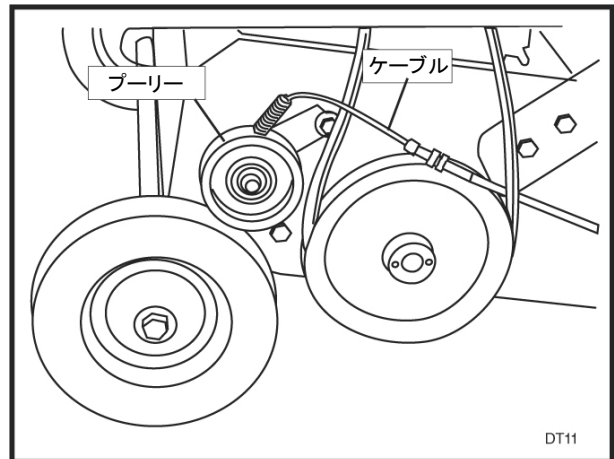

図 4
15. ベルトガードを取り外します。プーリーを取り外してケーブルを取り外します。図 4 を参照してください。新品のケーブルを取り付け、プーリーを再び取り付けます。元のケーブルは、バッガーを使用しない時のために保管しておきます。
- 結束バンド 2 本を使用して、ケーブルをフレームに固定します。図 4 を参照してください。